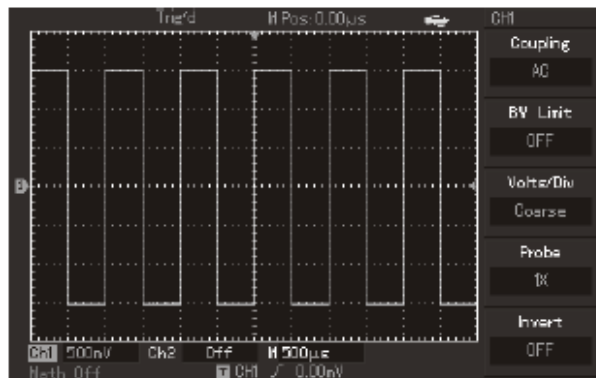

Fig. 1-7
③ Conectati celalalt capat al sondei de masurare (firul central si cel de masa) la semnalul de test si apasati butonul AUTO. Asa cum se arata in figura de mai jos (fig. 1-7), pe ecran va apare un semnal dreptunghiular cu frecventa de 1 kHz si amplitudinea de 3V varf-la-varf. Apasati butonul OFF pentru a deconecta semnalul de la canalul 1 si repetati procedura pentru a vizualiza semnalul de test la canalul 2, repetand pasii 2 si 3.